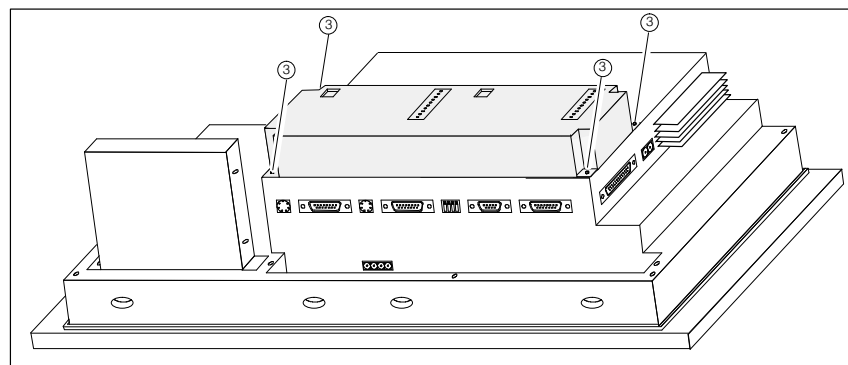

Bild 5-6 Direkttastenmodul am OP befestigen
4. Direkttastenmodul mit den vier beigegepackten Schrauben ^③ am OP befestigen (siehe Bild 5-6).